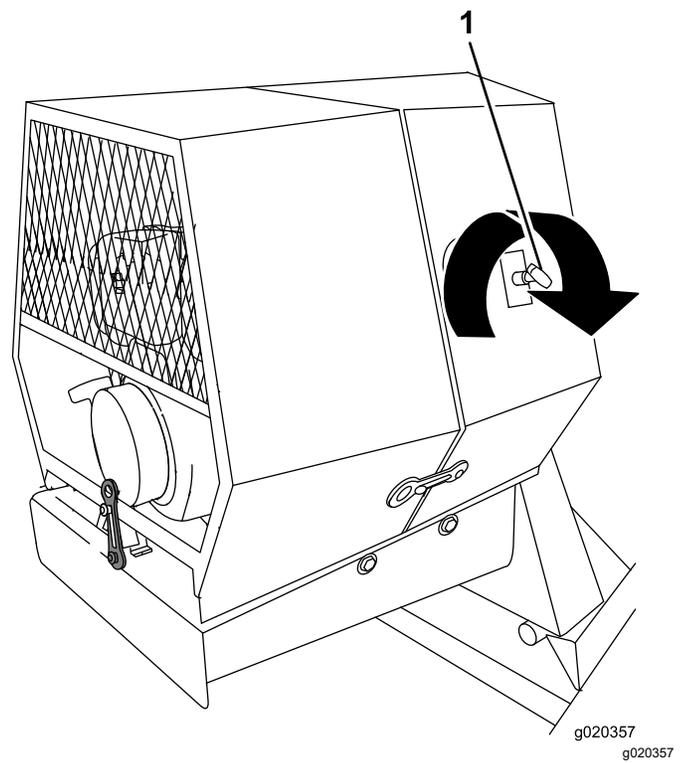

Figure 27
4. Tournez la poignée de commande de régime moteur dans le sens antihoraire pour la déverrouiller, tirez-la à fond et verrouillez-la dans le sens horaire (Figure 27).